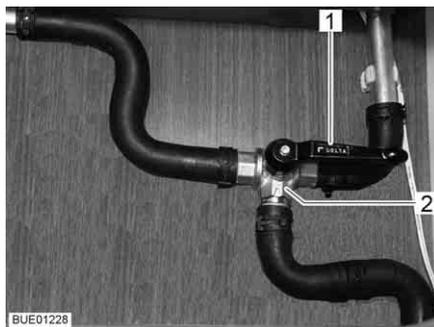

Fig. 138 Valvola a 3 vie
- Posizionare la leva (Fig. 138,1) della valvola a 3 vie (Fig. 138,2) parallela alla direzione di flusso diretta (Fig. 138).
- Posizionare la leva (Fig. 138,1) della valvola a 3 vie (Fig. 138,2) trasversale alla direzione di flusso diretta.